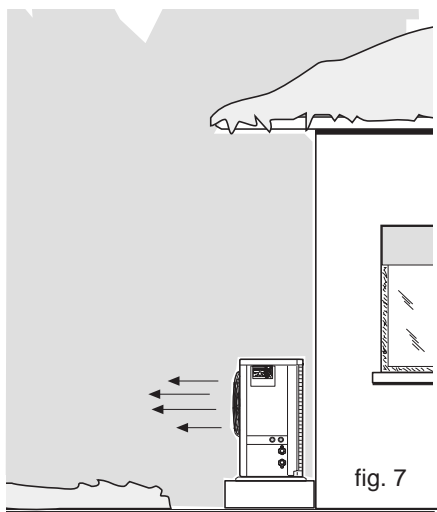
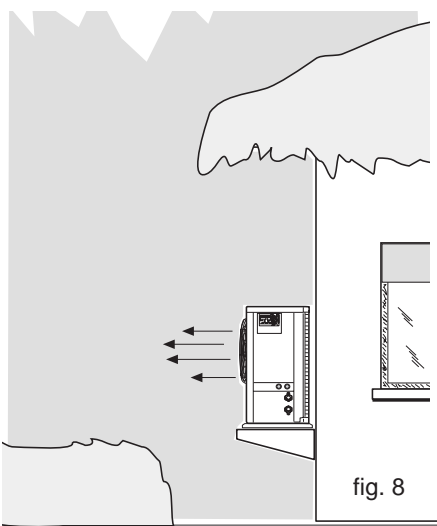

fig. 7
fig. 8
- If unit is installed in areas where heavy snowfalls may occur, it is necessary to raise the unit level at least 200 mm above the usual snow level (Fig. 7) or alternatively consider mounting the unit on the wall using the bracket supplied (Fig. 8).
- In località con abbondanti nevicate elevare il livello dell'unità di almeno 200 mm oltre il massimo livello di neve prevista (fig.7) oppure utilizzare staffe di sospensione (fig.8).
- Si l'unité se trouve dans une région sujette à d'importantes chutes de neige, la surélever d'au moins 200 mm par rapport au niveau habituel de la neige, (figure 7) ou utiliser les supports spéciaux pour l'unité extérieure (voir figure 8).
- *Wir das Gerät in Gebieten aufgestellt, in denen es zu starken Schneefällen kommen kann, muß es mindestens 200 mm über der normalen Schneefallhöhe aufgestellt (Abb. 7) oder aber unter Verwendung des Außengerät-Halterungsbausatzes installiert werden (Abb. 8).*
- Si las unidades se instalan en zonas donde se producen grandes nevadas, eleve el nivel de la unidad por lo menos 200 mm por encima del nivel de nieve previsto (Fig.7) o alternativamente monte la unidad en la pared utilizando los soportes suministrados. (Fig.8).